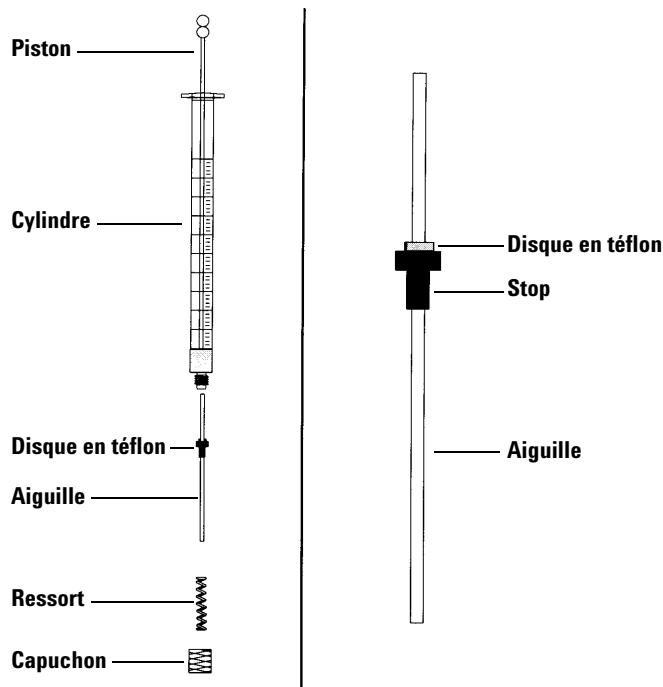

Figure 108 Composants d'une seringue
Pour introduire une aiguille dans un cylindre de seringue (Figure 108) :
- 2 Vérifiez que l'aiguille est munie d'un disque en téflon (Figure 108). Si le cylindre de la seringue n'est pas muni du disque en téflon, suivez les instructions figurant dans l'emballage de la seringue pour envelopper l'aiguille vous-même.